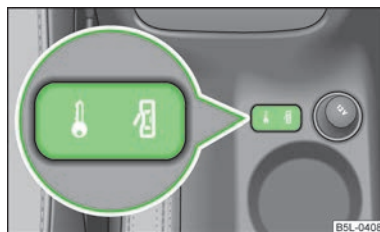

Fig. 12
Si el vehículo no se bloqueó desde fuera, se podrá desbloquearlo y bloquearlo con la tecla basculante » fig. 12, incluso sin estar conectado el encendido.
- Pulsar la tecla en la zona **[1]** » fig. 12. El símbolo **[1]** en la tecla se encenderá.
- Pulsar la tecla en la zona **[2]** » fig. 12. El símbolo **[1]** en la tecla se apagará.